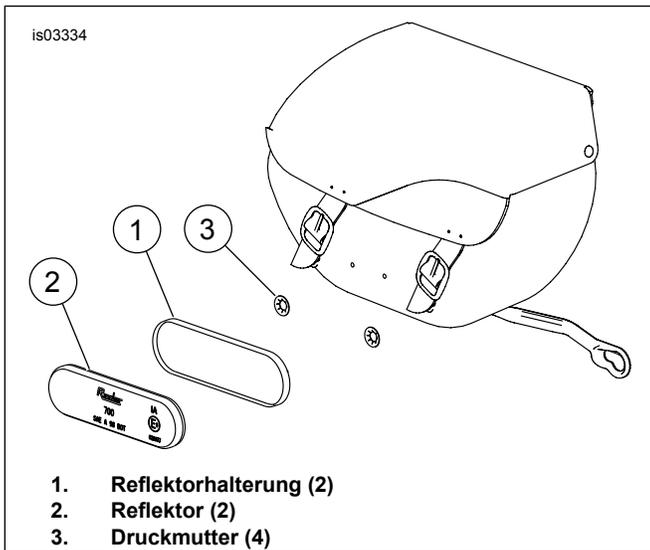

Abbildung 6. Einbau der Reflektoren
1. Siehe Abbildung 6. Die Reflektorhalterung (1) in der Mitte der Satteltasche platzieren.